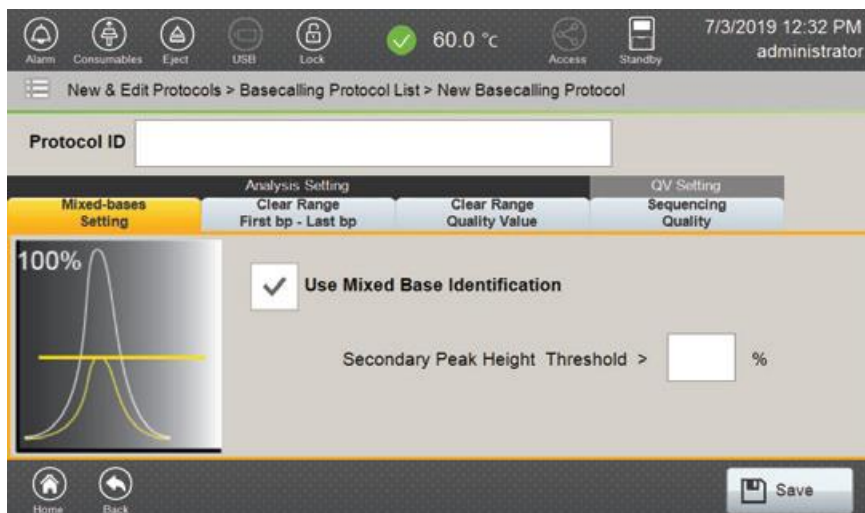

図 121 New Basecalling Protocol 画面
2. フッターの **Create** を選択し、New Basecalling Protocol 画面（図 121）を開いてください。New Basecalling Protocol 画面には 4 つのタブがあります。
Mixed Bases Setting	Use Mixed Base Identification Box にチェックを入れ、この機能（図 121）を有効にしてください。もし同じ場所にピークが 2 つあり、低い方の蛍光強度のピークが basecalling protocol で設定されている Secondary Peak Height Threshold（同じ場所の主なピークのパーセンテージとしての高さ）より高い場合、ソフトウェアがこのピークを mixed base として識別します。Secondary Peak Height Threshold の最小値と最大値は、それぞれ 1% と 99% です。
- Protocol ID を入力し、Mixed-Bases Setting タブの **Used Mixed Base Identification** ボックスにチェックを入れてください。必要に応じて Secondary Peak Height Threshold の値を入力してください。(図 121)